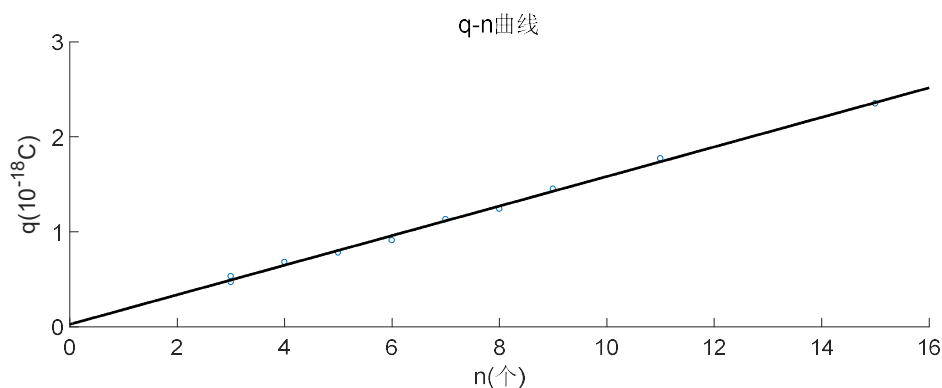

图 2.图示法数据处理示例
2. 利用图示法（坐标纸-手绘-选点-求斜率） $q_i-n_i$  ( $i=1, 2, 3, \dots, 10$ ) (图 2)，在直线(红色虚线)上任取两点，读取相应坐标，可得直线的斜率即电子的电荷  $e$  值大小为：